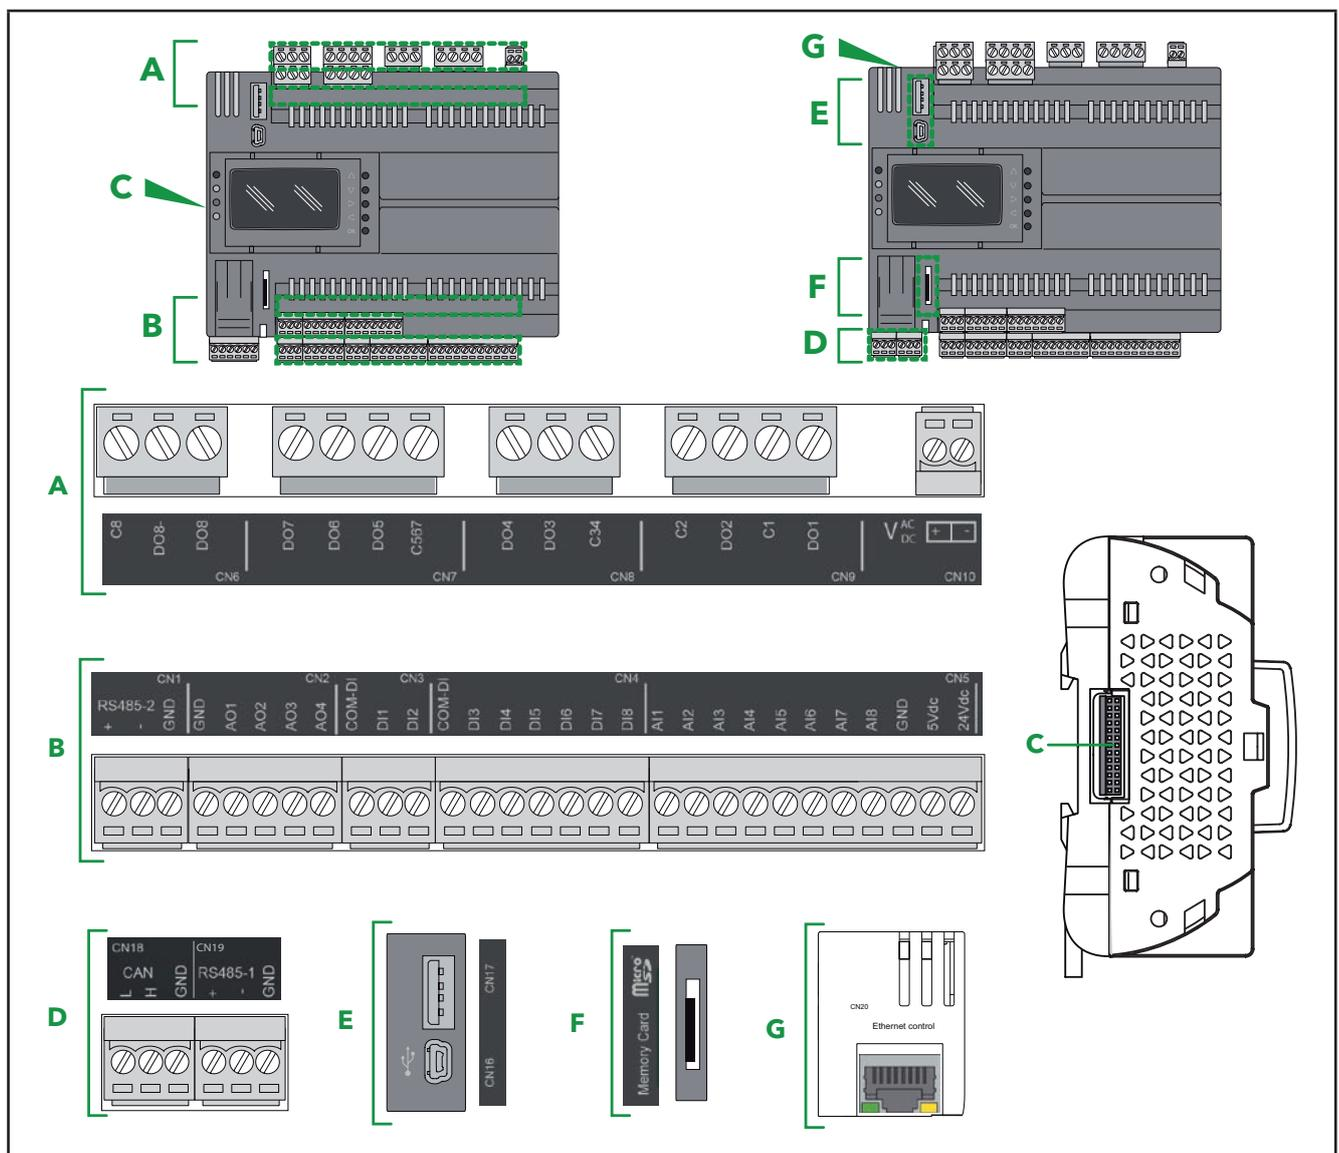
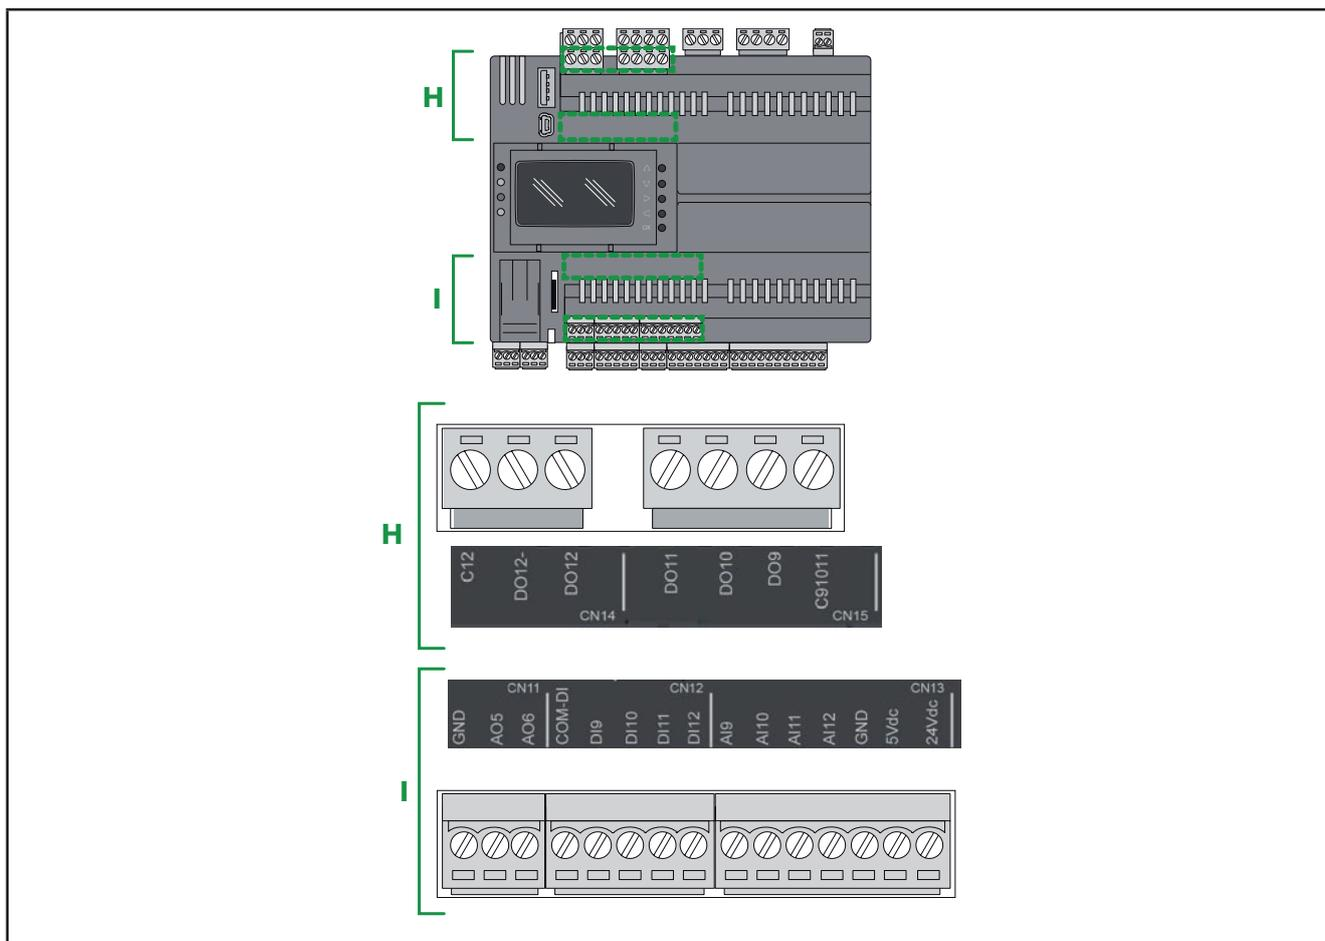

Fig. 22. Conectores da placa base EWCM 9000 PRO (HF)
Fig. 23. Conectores da placa superior EWCM 9000 PRO (HF)
As etiquetas dos I/O e das portas estão marcadas no invólucro do **EWCM 9000 PRO (HF)** (ver a **Fig. 22 na pág. 39** e **Fig. 23 na pág. 40**).